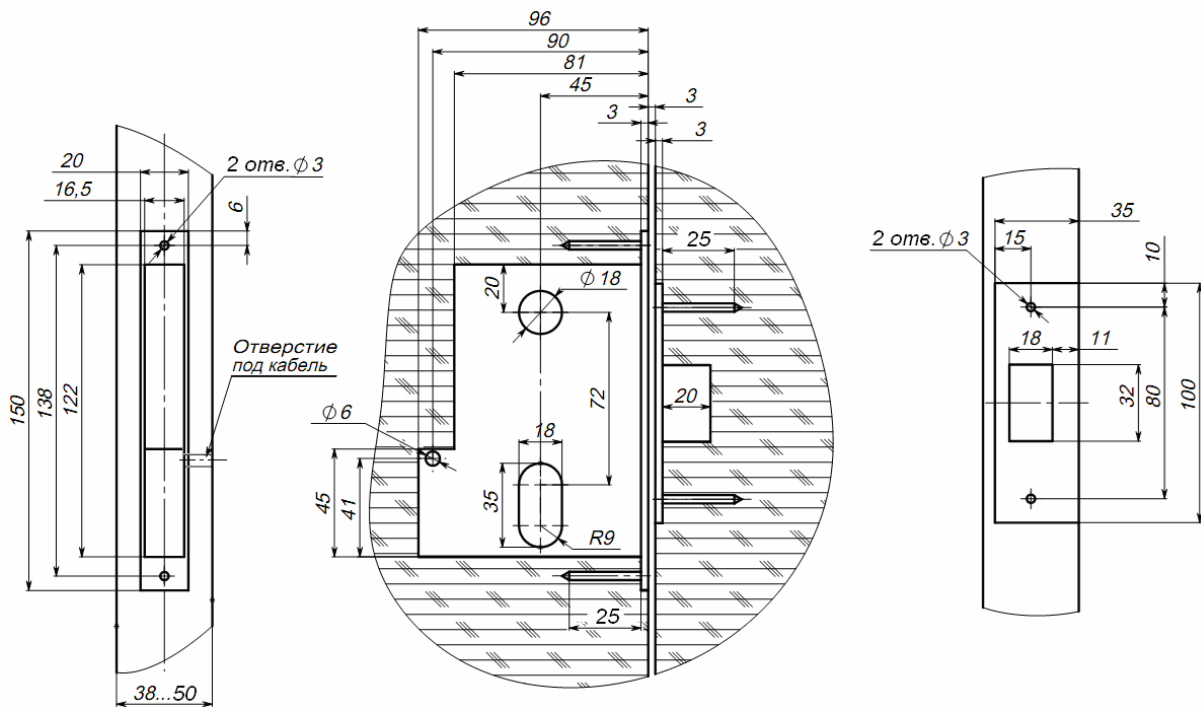

Рисунок 3. Разметка отверстий под замок
1. Выполните в двери разделку в соответствии с разметкой (размеры - на рис.3);
- выполните выборку установочного паза в дверной коробке в соответствии с разметкой по рис.3;
- установите запорную планку 8 в паз дверной коробки, обеспечив зазор 1,5 - 3 мм при закрытой двери между плоскостью планки 8 и накладкой 2. Паз запорной планки (рис.3) должен быть расположен строго симметрично относительно поперечного сечения ригеля замка;